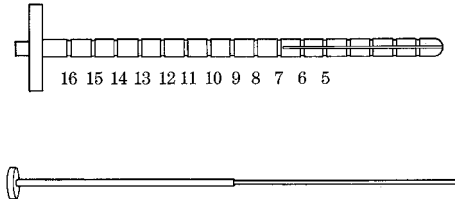

Figura 4-11. Instrumento de introdução de Furlow
1. Utilizar o instrumento de introdução de Furlow (**Figura 4-11**) e a agulha de Keith para ajudar a introduzir os cilindros nos corpos cavernosos.